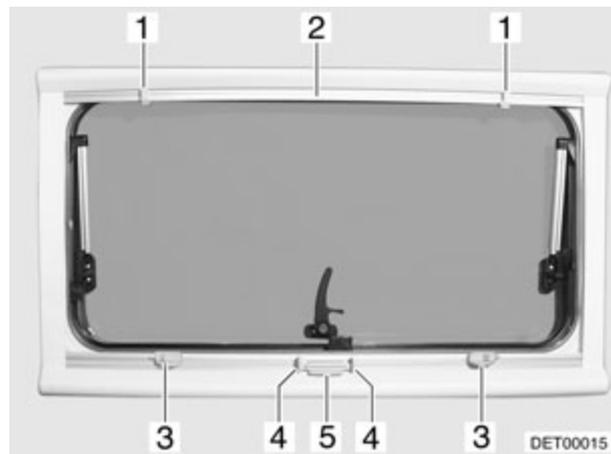

Fig. 42 Fenêtre projetante (variante 2)
- Appuyer sur la poignée (Fig. 42,4), tirer de bas en haut le store occultant (Fig. 42,5) jusqu'à la position de verrouillage.
- Appuyer sur la poignée (Fig. 42,4) et laisser revenir le store occultant (Fig. 42,5).
- Tirer la moustiquaire (Fig. 42,2) vers le bas jusqu'à ce qu'elle entre en contact avec le store occultant (Fig. 42,5).
- Le verrou (Fig. 42,1) s'enclenche dans le dispositif de verrouillage (Fig. 42,3).
- Débloquer les deux dispositifs de verrouillage (Fig. 42,3) en même temps.